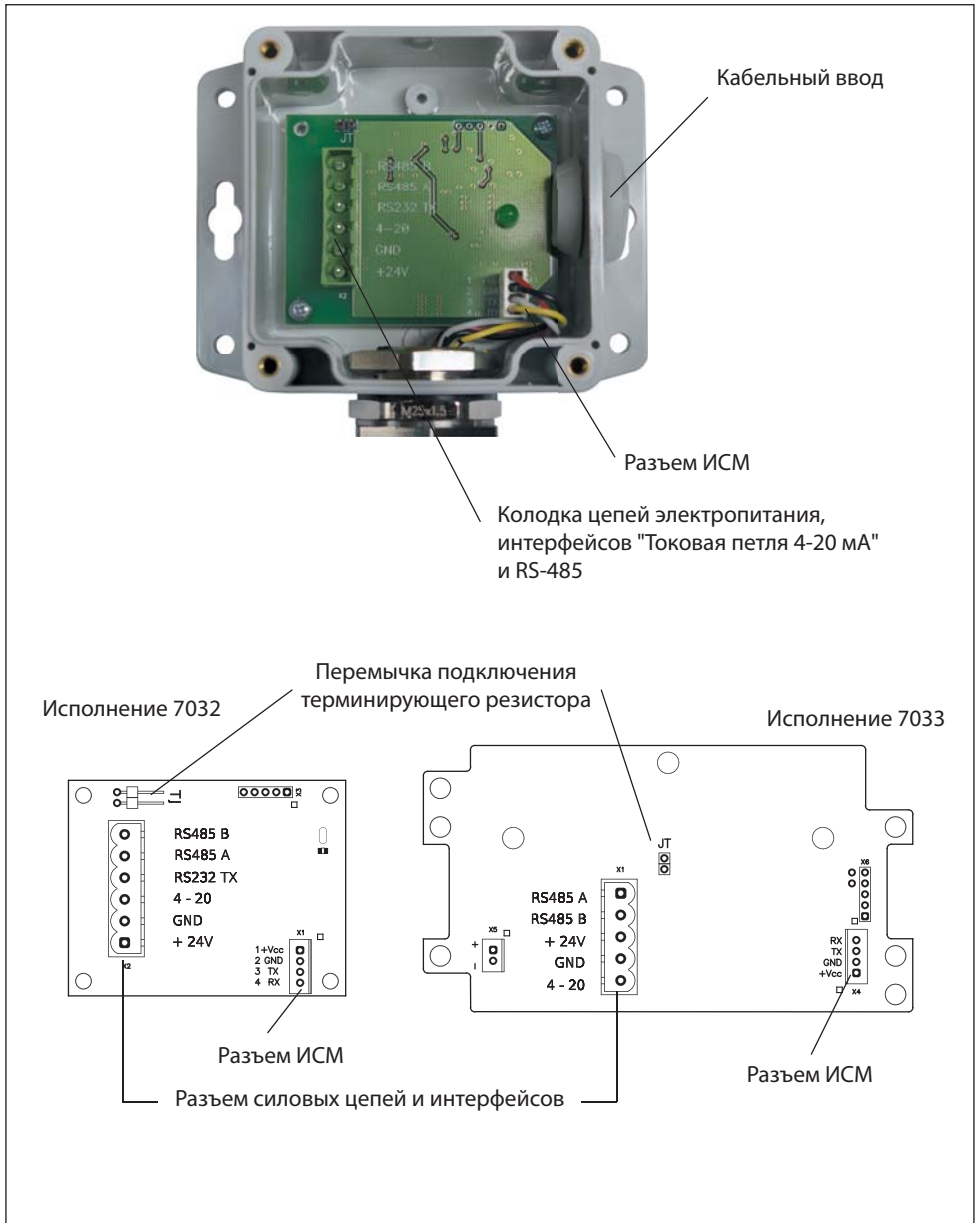
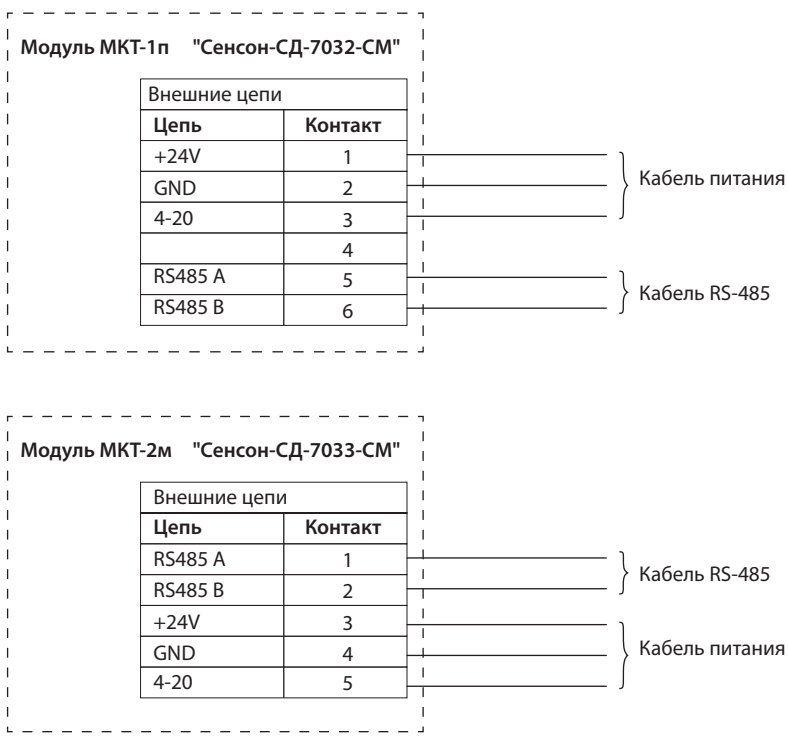

Рис.7. Коммутационные элементы: исполнение 7032 (слева), исполнение 7033 (справа)
Рис.8. Схема подключения ГС "Сенсон-СД-СМ" модели 7032 и 7033
3. Открутите четыре винта и снимите крышку корпуса модуля МКТ (рис.7).
- Отсоедините кабельную часть разрывной колодки "Внешние цепи". Подключите кабели в соответствии с маркировкой на плате (рис.7) и на схеме подключения (рис.8). Прочно закрутите отверткой фиксирующие винты кабельных колодок.
7. Если необходимо отключить/подключить терминирующий резистор (в зависимости от конфигурации сети), снимите/установите перемычку в позицию JT (см. рис.7).